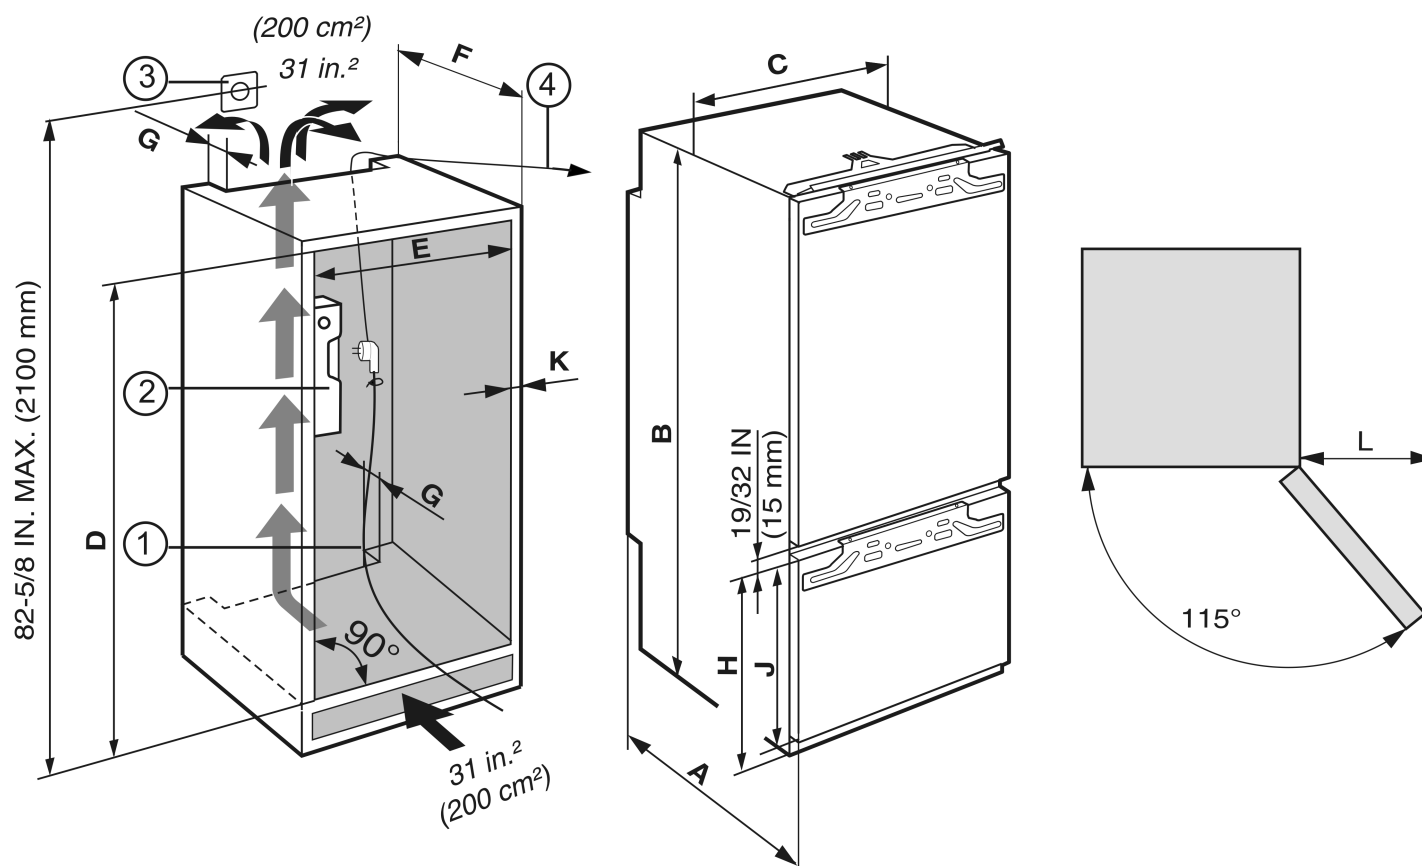

Fig. 4
- ▶ Monter le meuble de cuisine en vous référant *Fig. 4* aux dimensions mentionnées.
- ▶ Ajuster le meuble de cuisine avec un niveau à eau *Fig. 4 (2)* et une équerre à chapeau. Mettre à niveau le meuble de cuisine, au besoin le caler.
- ▶ Respecter les cotes de montage indiquées *Fig. 4*.
- Vérifier que les cotes de montage correspondent bien aux instructions Fig. 4.